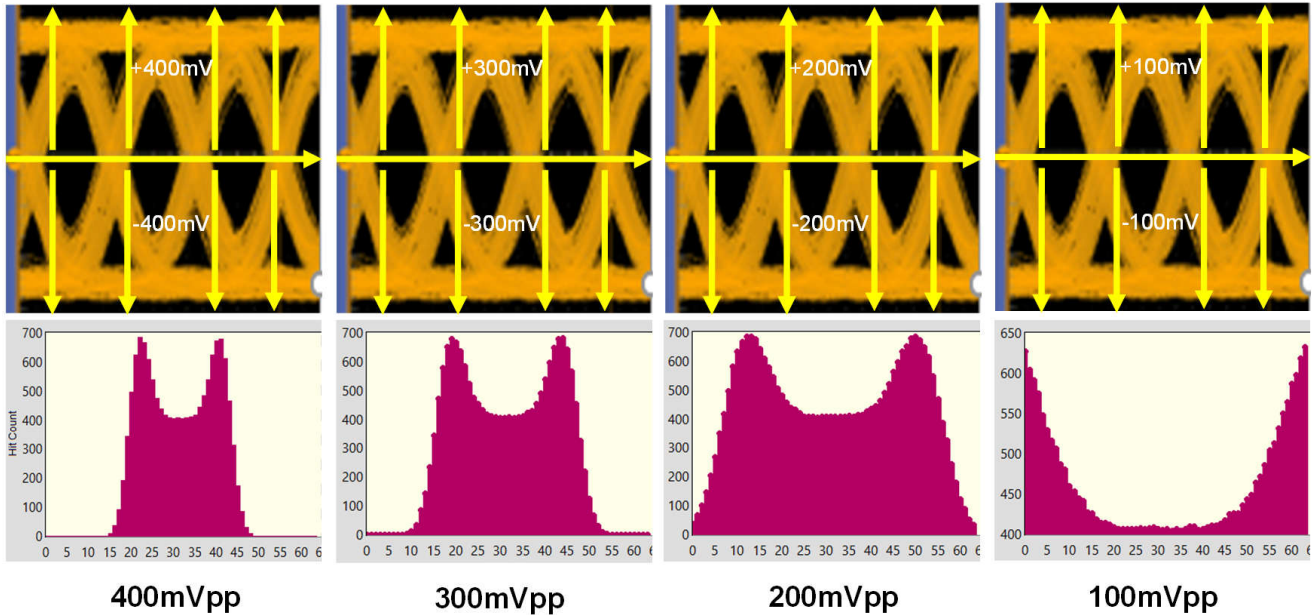

图 3-7. 眼图扫描 DAC 范围变化与命中计数
可以在图 3-7 中直观地查看使用眼图扫描时的可用范围，其中选择了单个 EQ 增强设置并捕获了后续的眼图扫描图。这些直观图示都是使用德州仪器 (TI) SigCon Architect GUI 和相关的 PCIe Gen5.0 转接驱动器 (包括 DS320PR1601 和 DS320PR410) 器件配置文件创建的。节 5 中详细讨论了 SigCon Architect GUI 中的眼图扫描。